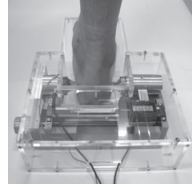
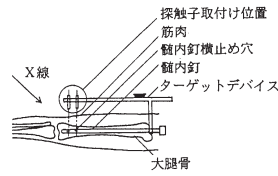
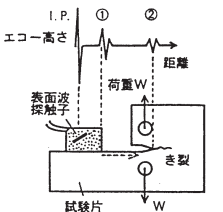
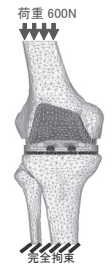

図 1 骨粗鬆症診断装置
図 2 髓内釘横止め穴の位置検出装置
図 5 金属の破壊メカニズムの解明
図 6 人工膝関節の最適形状設計
(1) 踵骨音速測定による骨粗鬆症診断評価 [図 1]、(2) 骨折した骨を接合する際に使用する髓内釘横止め穴の位置検出 [図 2]、(3) 非接触空中伝搬による超音波を利用した生体内部や金属内部の診断 [図 3]、(4) ボルト締結体の接触圧力やボルト軸力の測定 [図 4]、(5) 金属材料の破壊メカニズムの解明 [図 5]、(6) 衣類の超音波洗浄、(7) 成長ひずみ法を用いた骨吸収の少ない人工股関節、人工膝関節、人工歯根などの最適形状設計 [図 6, 7]、大腿骨、膝関節、顎関節、椎体、歯および足骨などの生体適応形状の創生解析、(8) 福祉機器の開発や車いすの乗り心地に関する研究。